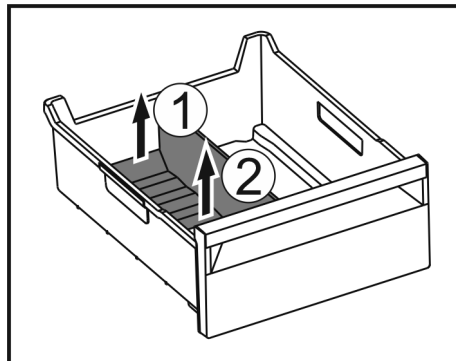

Fig. 211
- ▶ Приподнимите заднюю часть разделителя отделения для льда. Fig. 211 (1)
- ▶ Извлеките разделитель отделения для льда движением вверх. Fig. 211 (2)